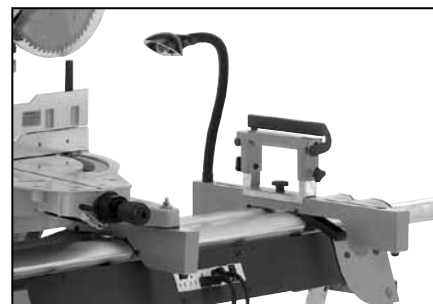

Figure 9
13. L'appui à rouleau peut également être utilisé sur la cale du centre de travail pour supporter de plus petites pièces. Enlever l'appui à rouleau du support en « T » en desserrant le bouton ❺ et en faisant glisser la tête du boulon mécanique jusqu'à l'ouverture ronde de la fente. L'appui à rouleau peut alors être fixé à la lampe de travail avec un support de machine ou encore un support de machine supplémentaire, comme l'illustre la Figure 9.